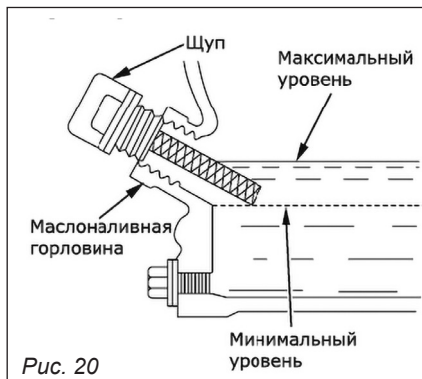

Рис. 20
2. Открутите крышку маслоналивной горловины и протрите щуп тряпкой (рис. 20).
Также уровень масла можно проверить визуально, при открученной крышке уровень масла должен доходить до края заливной горловины (рис. 20).